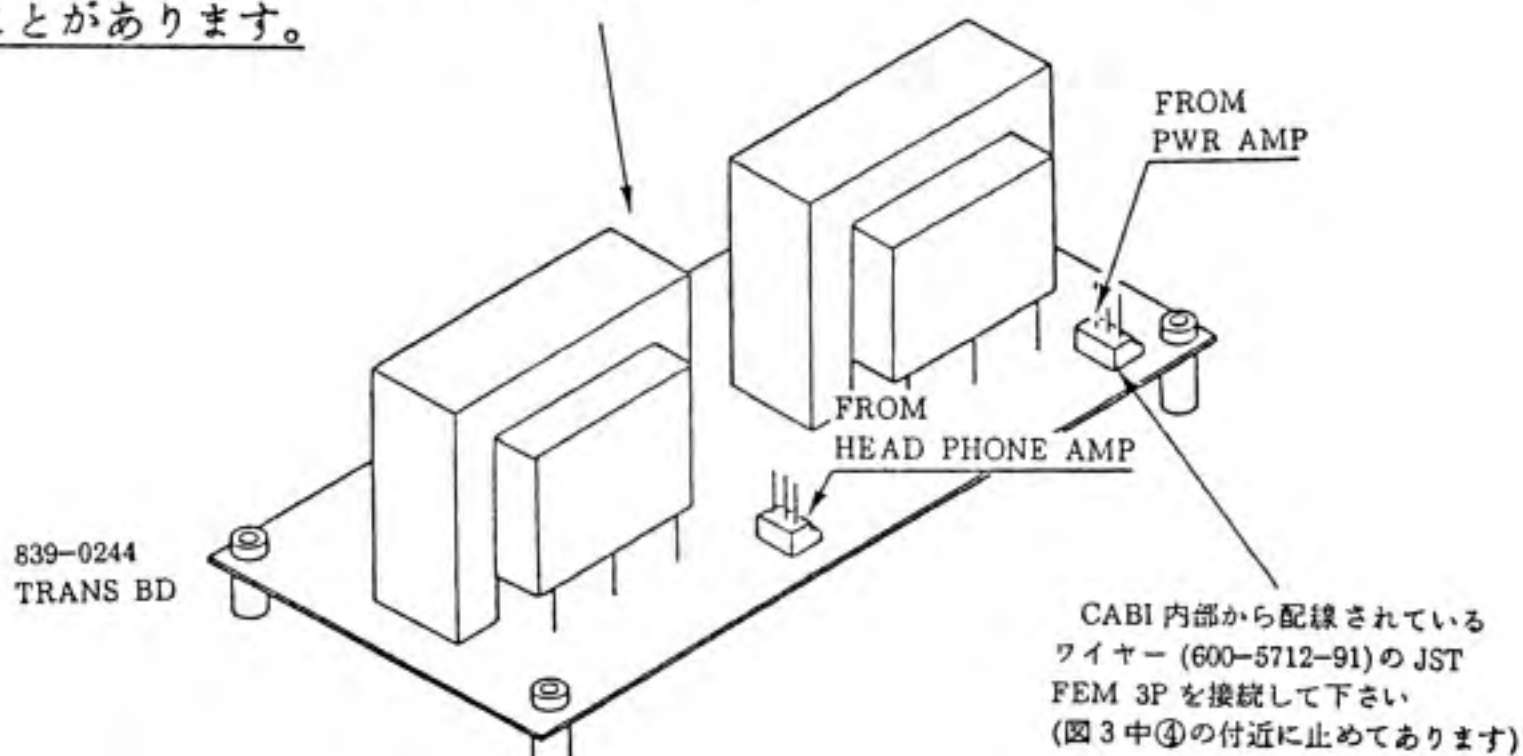

図 4
- (1) KIT に付属のワイヤー (600-5815) の 3P PLUG を BD の 3P CAP へ JST FEM 3P を MINI JACK BD の HEAD PHONE 側へ接続して下さい。(図 4)
- (2) ④の付近に配線されているワイヤー (600-5712-91) の JST FEM 3P を③の BD に接続して下さい。この時 TRANS BD には CN 1, CN 2 と 2 つの JST 3P のコネクタがありますが、通常は CN 1, PWR AMP 側へ接続して下さい。